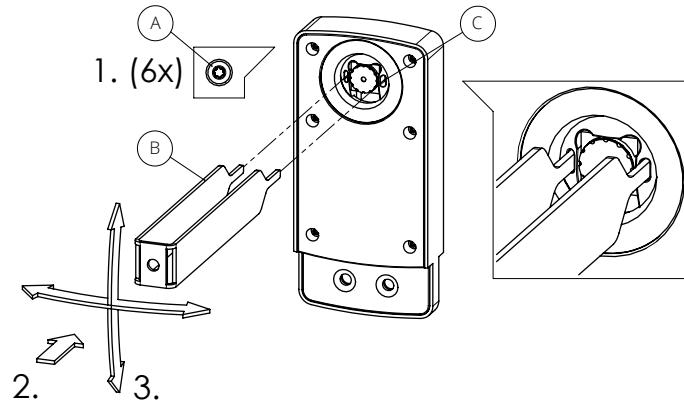

Abbildung 2
Zum Einstellen des Kamerakopfes müssen Sie, wie in Abbildung 2 zu sehen, die sechs Schrauben (A) auf der Rückseite (Kameraseite) lockern, jedoch nicht komplett entfernen. Der Kugelkopf ist nun beweglich. Stellen Sie den Kamerakopf mit Hilfe der Spezialpinzette (B) entsprechend ein. Der Kopf lässt sich in horizontaler und vertikaler Richtung um jeweils ca. 30° neigen. Hierfür sind die Langlöcher
As shown in Figure 2, the camera head is adjusted by loosening, but not completely removing, the six screws (a) on the backside (camera side). The ball joint can now move freely. Use the special-purpose tweezers (B) to now adjust the camera head as desired. The head can be tilted horizontally and vertically by approx. 30° each. The slotted holes (C) are designed for this purpose. Take particular